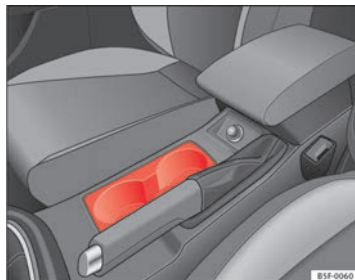

Fig. 85 Consola central: Portabebidas delantero
- Ponga las bebidas en el soporte ⇒ fig. 85. Se pueden poner dos bebidas. En los revestimientos de las puertas hay la posibilidad de poner también botellas de plástico más grandes.